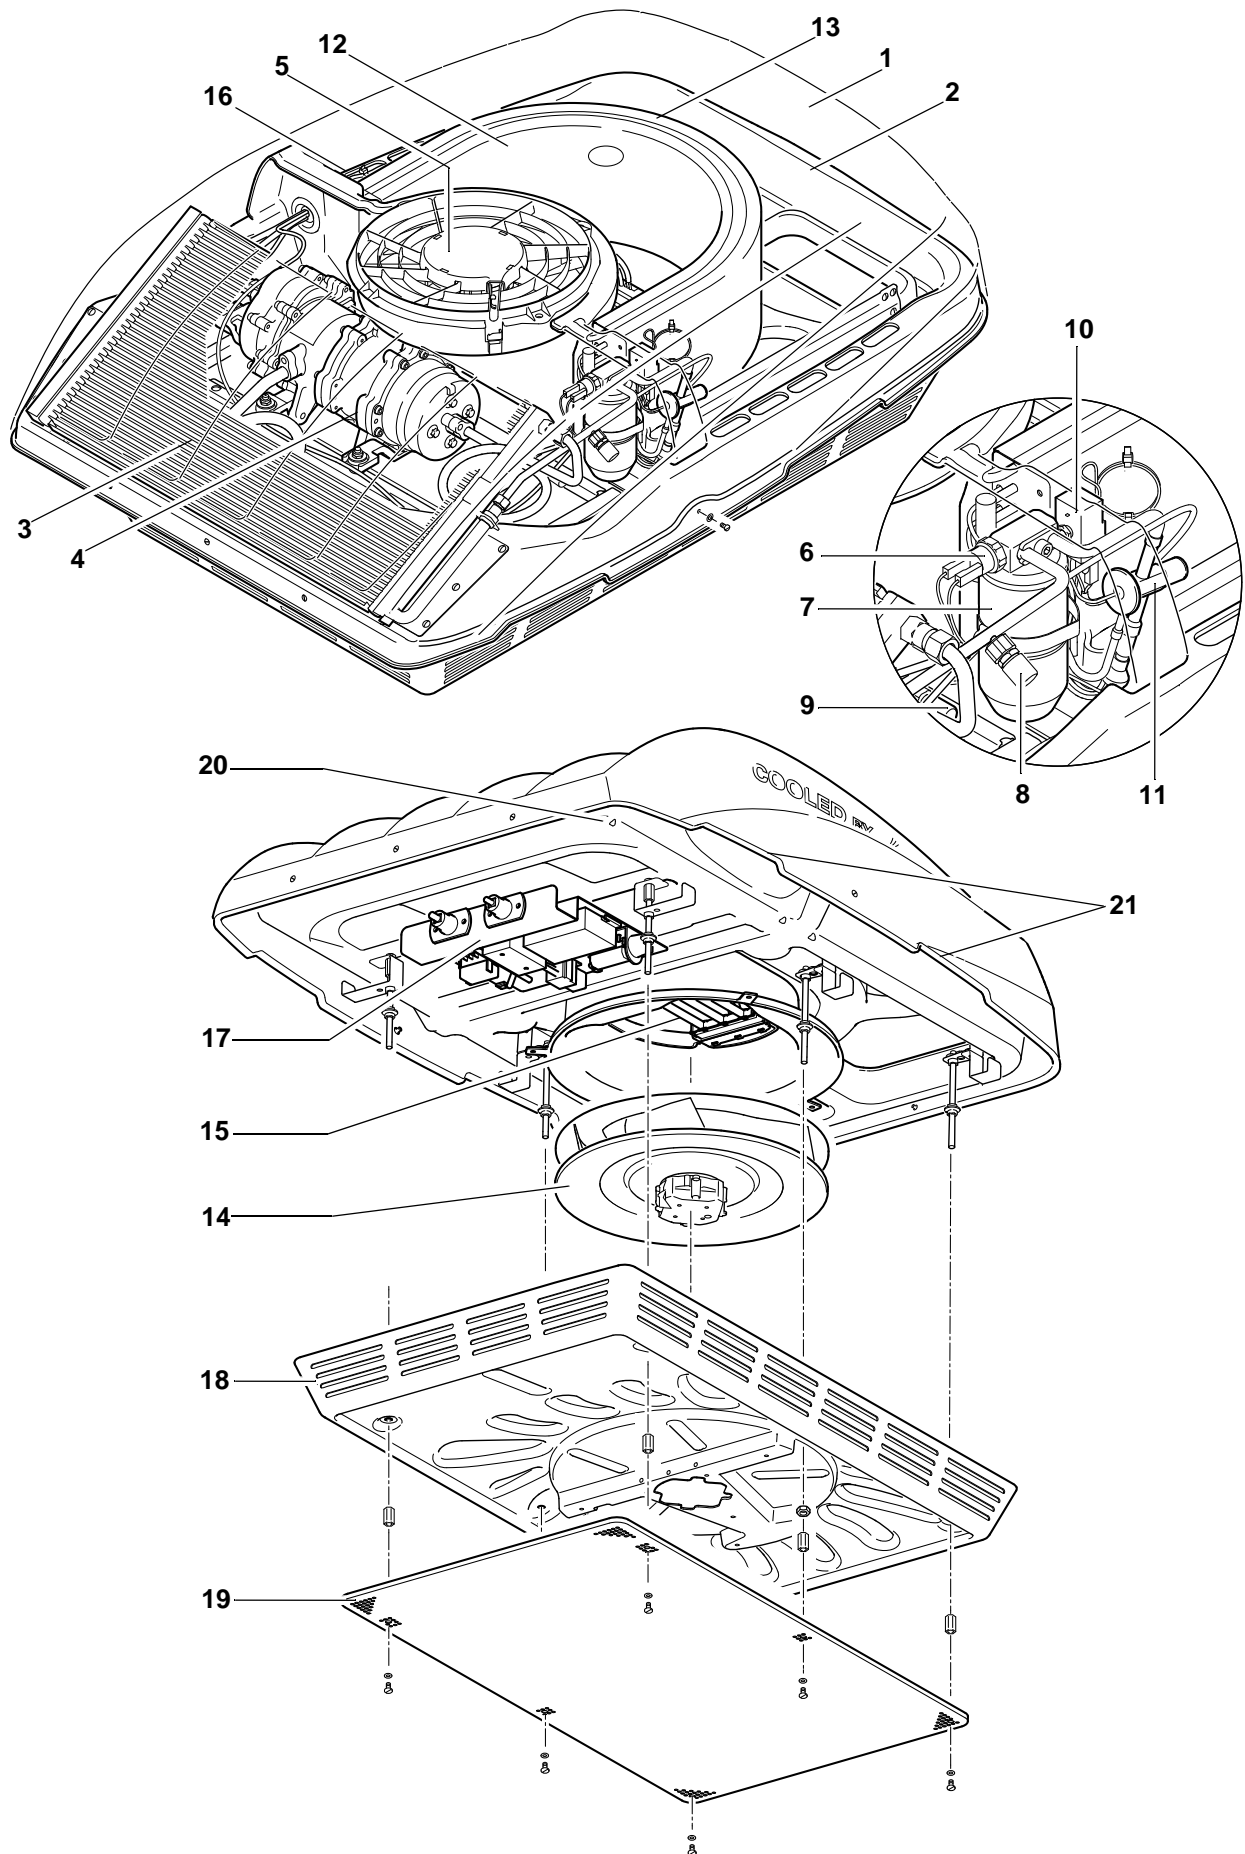

Abb. 2.3
Die Aufdachklimaanlage ist in Abb. 2.3 dargestellt.
* siehe Abb. 2.3
In die Aufdachanlage eindringendes Regenwasser wird über die Ablauföffnungen (20, Abb. 2.3) abgeleitet.
Der Verflüssiger (3, Abb. 2.3) besteht aus Aluminium-Flachrohren und Aluminium-Lamellen, die zu einer großen Wärmetauscherfläche miteinander verbunden sind.
Der Sammler-Trockner (7, Abb. 2.3) ist ein Ausgleichs- und Vorratsbehälter für Kältemittel. Er enthält im mittleren Bereich ein Trockner-Granulat, das dem Kältemittel geringe Mengen Wasser entzieht und chemisch bindet. Außerdem filtert er Schmutzpartikel aus dem Kältekreislauf, die ansonsten zu Störungen führen könnten.
Das thermostatische Expansionsventil (11, Abb. 2.3) mit äußerem Druckausgleich reguliert den Kältemittelfluss zum Verdampfer, entsprechend dem Kältemittelbedarf bzw. der Temperatur im Verdampfer. Das thermostatische Expansionsventil ist das Regelelement zwischen Hoch- und Niederdruckteil des Kältemittelkreises.
Der Verdampfer (12, Abb. 2.3) besteht aus Kupferrohren und Aluminiumlamellen die zu einer großen Wärmetauscherfläche miteinander verbunden sind. Um den zur Verfügung stehenden Bauraum optimal auszunutzen ist der Verdampfer U-förmig gebogen. In ihm geht das vom Expansionsventil durch die Rohrleitung strömende Kältemittel vom flüssigen in den gasförmigen Zustand über und wird überhitzt. Die dazu erforderliche Verdampfungswärme wird über die Lamellen der durchströmenden Luft entzogen und über die Rohrwandung auf das Kältemittel übertragen. Dabei wird die erkaltende Luft getrocknet und entstehendes Kondenswasser nach außen abgeleitet.
Der Druckschalter (6, Abb. 2.3) enthält einen Hoch- und Niederdruckschalter. Er misst den Druck im Hochdruckteil des Kältemittelkreises und schaltet bei zu geringem Druck (durch Kältemittelmangel) oder zu hohem Druck (z. B. durch Überhitzung des Verflüssigers) den E-Motor und somit den Verdichter aus.
Der Vereisungsschutzschalter (10, Abb. 2.3) ist ein Temperaturschalter. Er misst die Temperatur des Kältemittels an den Einspritzrohren des Verdampfers und schaltet bei Vereisungsgefahr und bei Kältemittelmangel den Verdichter ab.
Das Verflüssigergebläse (5, Abb. 2.3) besteht aus einem bürstenlosen EC-Motor, Lüfterrad, Gehäuse und Schutzgitter. Sobald die Kühlfunktion aktiv ist, wird das Gebläse über Pin 3 (gelbe Leitung) von der Regelung aktiviert und versorgt den Verflüssiger mit der erforderlichen Außenluft (keine Drehzahlregelung - nur Ein/Aus).
Das Verdampfergebläse (14, Abb. 2.3) besteht aus einem bürstenlosen EC-Motor und dem Lüfterrad. Es saugt Luft aus dem Innenraum und Frischluft durch den Verdampfer und den elektrischen Heizer (nur Comfortversion) und bläst sie durch den Luftverteiler in den Innenraum zurück. Die Drehzahl des Gebläses wird über Pin 3 (gelbe Leitung) von der Regelung vorgegeben (PWM-Signal). Die Wahl der Gebläsedrehzahl erfolgt automatisch oder auf Wunsch manuell.
Der Verdichter (4, Abb. 2.3) besteht aus einem halbhermetischen Gehäuse mit integriertem Scrollverdichter, bürstenlosen EC-Motor und Elektronik. Sobald die Kühlfunktion aktiv ist, wird der Verdichter über Pin 1 des Verdichterkabels aktiviert und mit dem erforderlichen Drehzahlsignal angesteuert (PWM-Signal). Dabei verdichtet er das Kältemittel auf den zur Verflüssigung erforderlichen Druck.